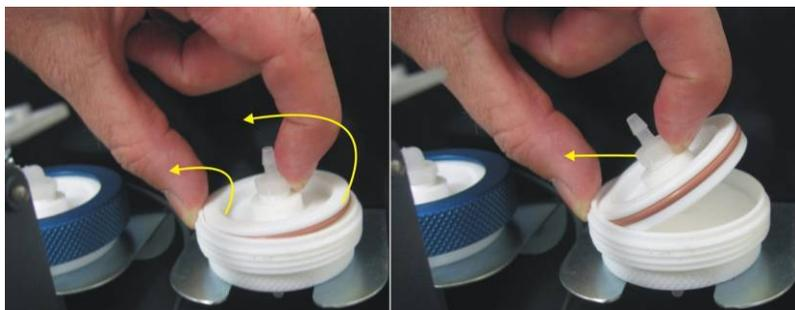

Figure 53 – Retrait du piston
4. Sortir le piston du filtre du boîtier, poser un doigt sur le connecteur du tube et tirer le vers le côté (voir Figure 53).